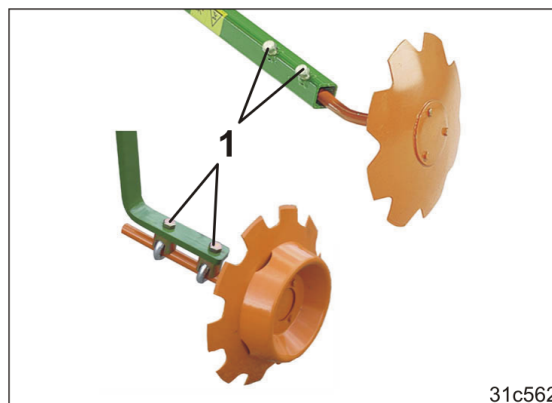

Fig. 170
- 4.3 Solte 2 parafusos (Fig. 170/1).
- 4.6 Aperte os parafusos (Fig. 170/1).